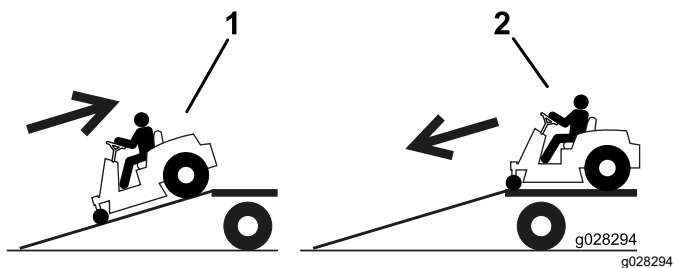

Figura 28
2. Coborâți maina de pe rampă cu fața (Figura 28).